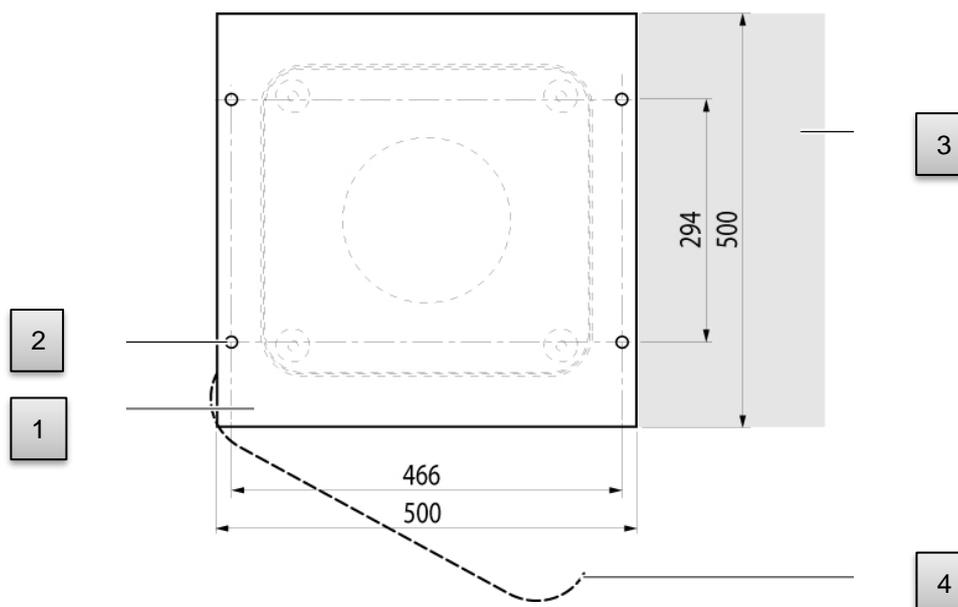

Figura 4: Gabarito de perfuração.
O CHM 15k requer uma área de instalação de 50 x 50 cm. Deve ser posicionado e montado com estabilidade e firmeza sobre uma fundação de concreto suficientemente dimensionada. A inclinação da superfície de instalação não deve exceder 5 mm/m. Antes da montagem do CHM 15k, é necessário fazer furos na fundação de concreto (\varnothing 12 mm) conforme o gabarito de perfuração e inserir buchas (4 buchas incluídas no material fornecido) (ver Figura 4). É preciso observar a direção da porta exterior para a ligação elétrica na caixa de terminais do operador.
- ⇒ Posicione o CHM 15k na posição de montagem (vertical) sobre a fundação de concreto. Preste atenção à posição da porta exterior em relação à caixa de terminais do operador (ver Figura 4).